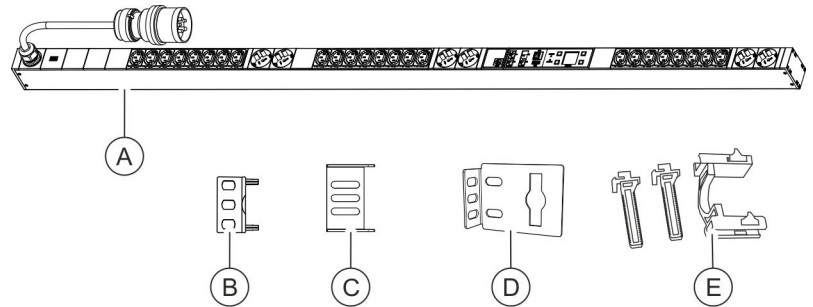

Abb. 14: Lieferumfang
- PDU (Abb. 14/A)
- Zwei Steckwinkel zur Montage der PDU über die Rückseite (Abb. 14/B)
- Zwei Steckwinkel zur Montage der PDU über die Seiten (Abb. 14/C)
- Zwei Einhängewinkel (Abb. 14/D)
- Zwei Sets Kaltgeräteverriegelungen (C13/C19) (Abb. 14/E)